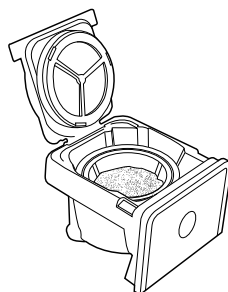

Figura 5
- C. Adicione a quantidade de café desejado e agite-o suavemente para nivelar o café. Consulte a “Tabela com sugestões de medidas de café” (Figura 5).